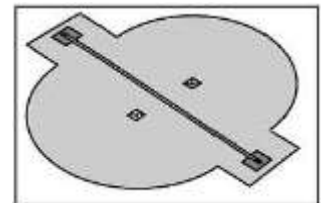

fig. 1
**1- La línea central de soldadura** que aparece en la base del liner debe de quedar **totalmente centrada (fig. 1)**, haciendo coincidir los extremos de la soldadura con las placas metálicas que unen las guías inferiores de la piscina.
**2- La distancia del liner a la pared** de acero debe de ser **la misma en las dos curvas (A-A, fig. 1)** con el fin de que pueda ajustar la pared del liner por igual en las dos curvas.